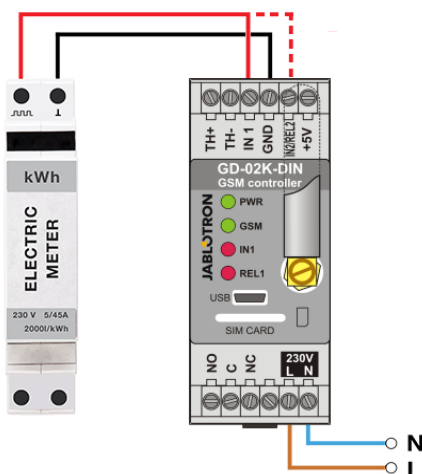

Figura 6: Modalità misurazione consumo elettricità
- Questa modalità richiede la connessione tra l'uscita a impulsi del misuratore elettrico e i morsetti IN1 o IN2 e il morsetto GDN su GD-02K-DIN (vedi Figura 6). Se il misuratore dell'elettricità è di tipo a due tariffe oppure vi sono due misuratori indipendenti, è possibile sfruttare entrambi gli ingressi contemporaneamente. Il misuratore dell'elettricità può essere monofase oppure trifase